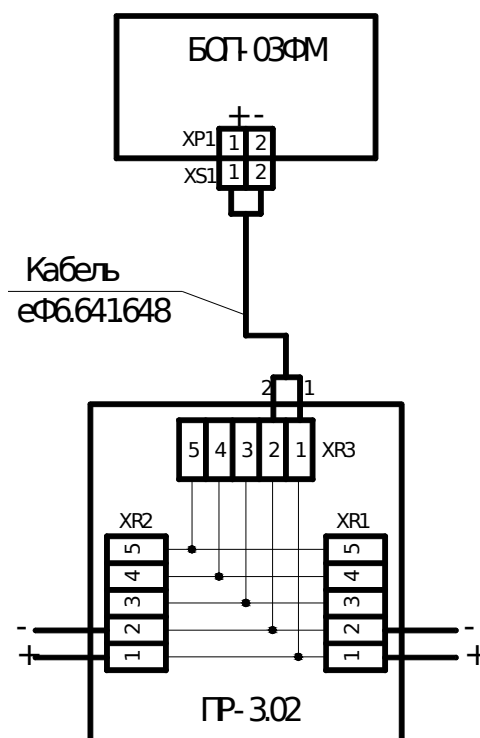

Рисунок 3 – Схема подключения блока оповещения к разветвителю
2.1.2.3 Подсоединить кабель питания к разъему блока оповещения и клеммной колодке XR3 разветвителя ПР-3.02, соблюдая полярность, рисунок 3.